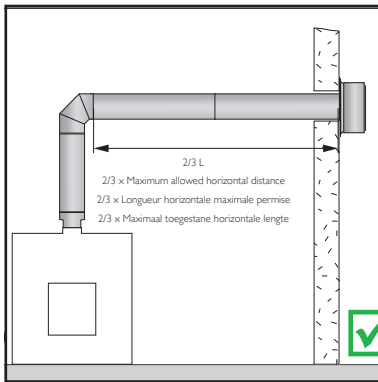

Fig. 2
- In addition to the general instructions mentioned above, there are also appliance-related instructions. They mainly concern the minimum and maximum permitted terminal lengths that still ensure the safe operation of the appliance. (Fig. 2)
- Les prescriptions générales susmentionnées sont complétées par des prescriptions spécifiques à chaque appareil. Il s'agit principalement de la longueur de conduit minimale et maximale autorisée pour que l'appareil fonctionne en toute sécurité. (Fig. 2)
- Oprócz wymagań ogólnych należy przestrzegać wytycznych wskazanych przez producenta urządzenia grzewczego. Instrukcja określa między innymi minimalną i maksymalną długość układu odprowadzania spalin, która zapewnia prawidłową pracę urządzenia (Fig. 2).
- Naast de bovenstaande algemene voorschriften, zijn er toestelgebonden voorschriften. Het betreft hier voornamelijk de toegestane minimum en maximum kanaallengte waarbij het toestel nog veilig functioneert. (Fig. 2)
1. Use an extra tube (1) of non-combustible material, with a diameter of 250 mm.
2. Install a square casing (2) of non-combustible material, dimensions 250 x 250 mm.
- When mounting by the point as shown in figure 2, the tube (1) or square casing (2) must also be able to drain off to the outside to prevent rainwater from penetrating.
- In both cases use cover plates (3) USCP 10 or wall plates (3) USMPG 10 to center the terminal and to cover the hole.